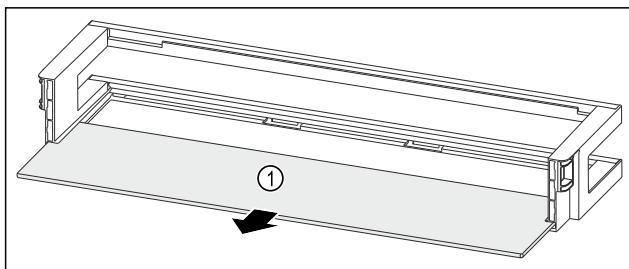

Fig. 82 Дверная полка со съемной полкой
- Извлеките съемную полку Fig. 82 (1).